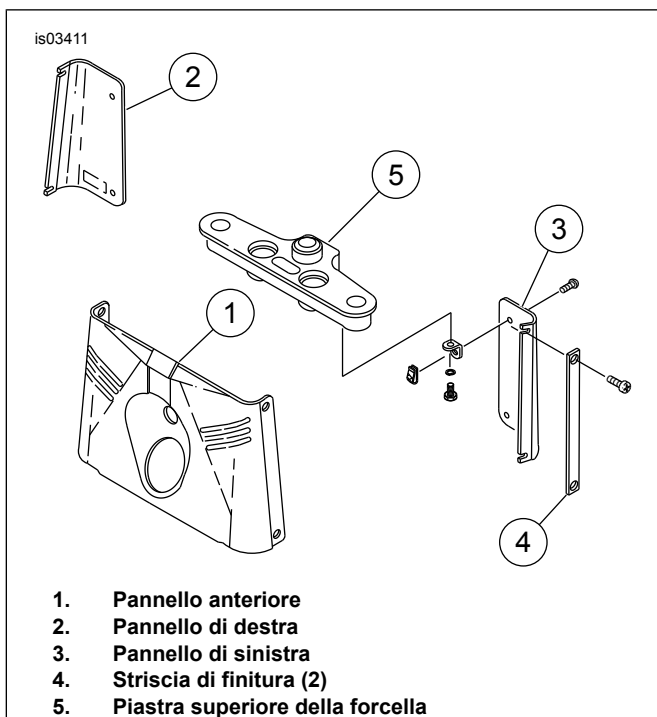

Figura 2. Pannelli della forcella
8. Vedere Figura 2. Dopo aver rimosso il guscio del faro anteriore, rimuovere le viti che fissano le strisce di finitura (4), i pannelli laterali (2 e 3) ed il pannello anteriore (1) al loro posto e rimuovere i pannelli. Quando si rimuovono i pannelli, rimuovere con attenzione dal pannello posteriore destro i morsetti di posizionamento della tubazione del freno. **Non** aprire le tubazione del freno.